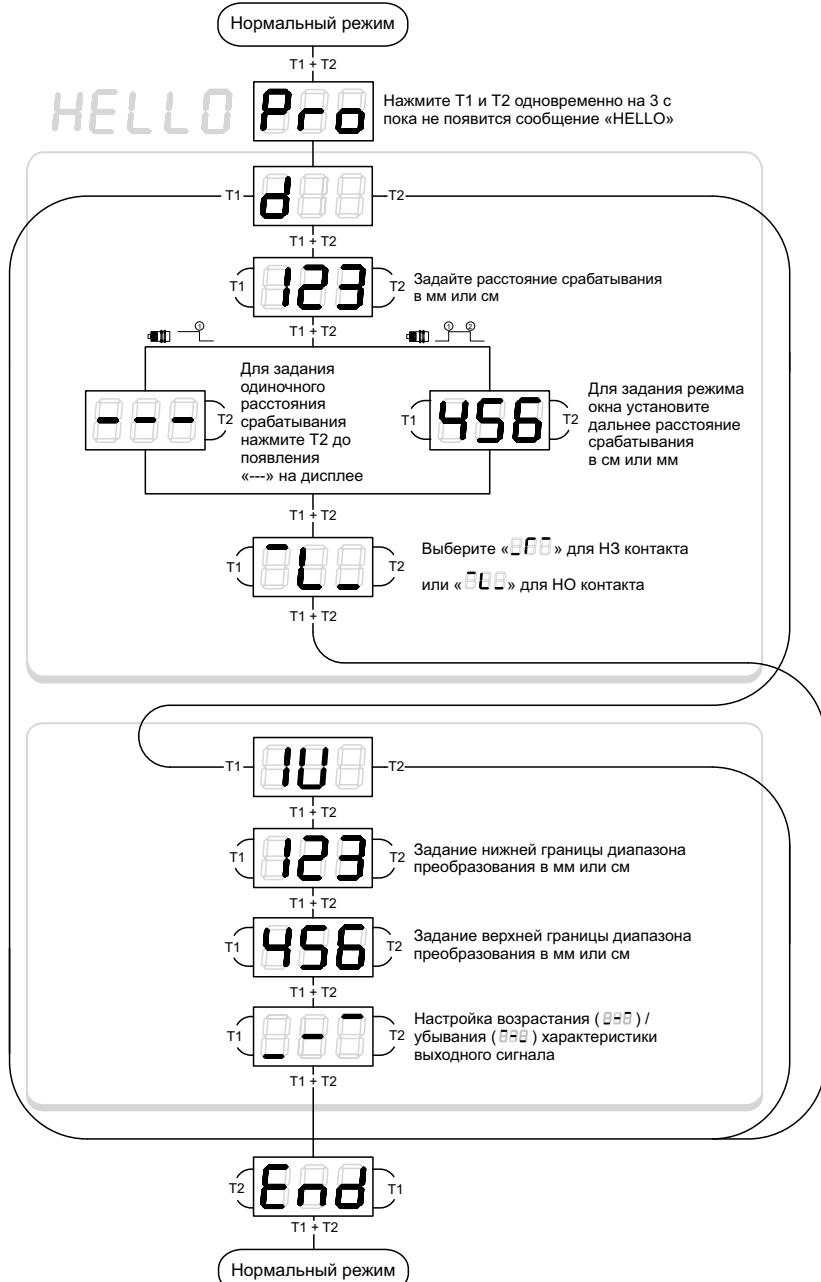

Рисунок 21 – Задание параметров с использованием LED – дисплея для датчика *mic+.../DIU/TC*
- 1) С использованием *LED* – дисплея, задание числовых параметров расстояния срабатывания и диапазона преобразования (см. рисунок 21);